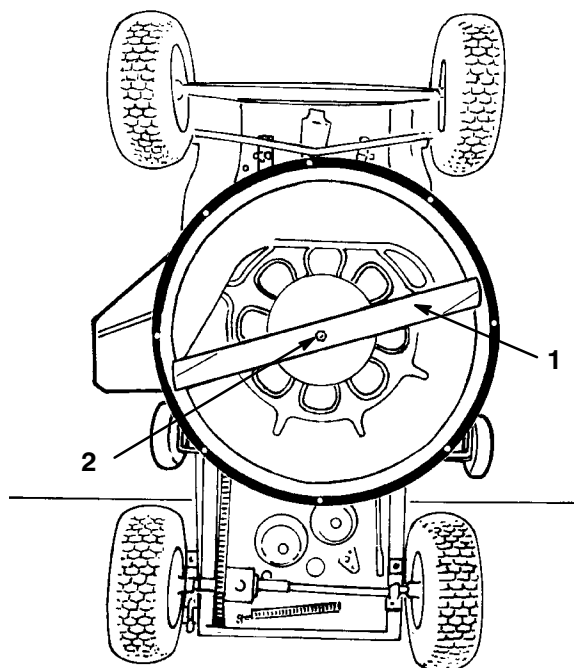

Figure 20
6. Tenir la lame par le bout à l'aide d'un chiffon ou d'un gant épais, et retirer le boulon de lame, la rondelle et la lame (Fig. 20).
9. Remonter dans l'ordre la lame, la rondelle et le boulon de lame (Fig. 20). Serrer le boulon à 61-81 Nm (45-60 ft-lb).